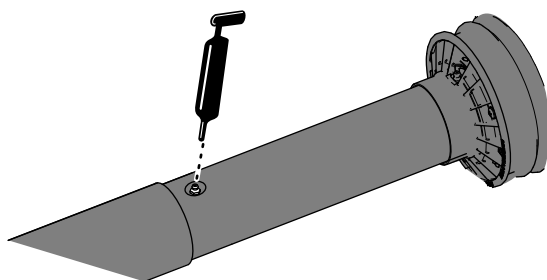

Figura 10
3. Estendete parzialmente l'albero di trasmissione della PDF per accedere al raccordo di ingrassaggio vicino alla parte centrale della protezione interna dell'albero di trasmissione (Figura 10).
4. Applicate il grasso al raccordo di ingrassaggio per il giunto dell'albero di trasmissione telescopico, come illustrato nella Figura 10.